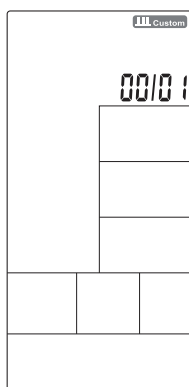

FIGURA 32
- Presione INTERVALO (TECLA 16) para seleccionar INTERVALO AJUSTABLE para iniciar la configuración. INTERVALO 00 / XX parpadea para ser configurado junto con alertas audibles de 1s. Presione HACIA ARRIBA / ABAJO TECLAS 10 u 11) para configurar 00 / XX entre 1 ~ 99. Presione ENTER (TECLA 19) para confirmar e ir a la configuración siguiente. (Figura 32).